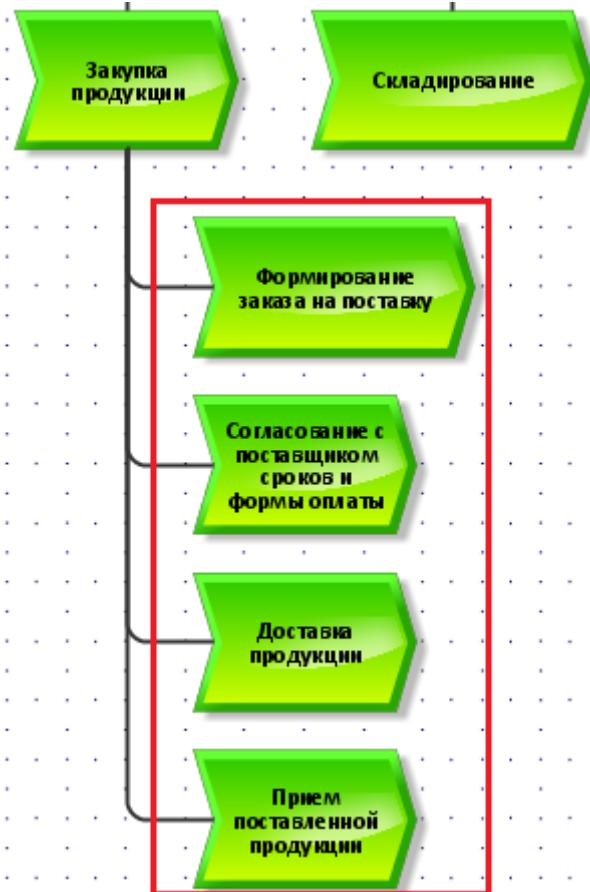

Рисунок 2.6
4. Выделить процесс «Закупка продукции» и, используя пункт «Process» (рисунок 2.4), создать следующие подпроцессы (рисунок 2.6):